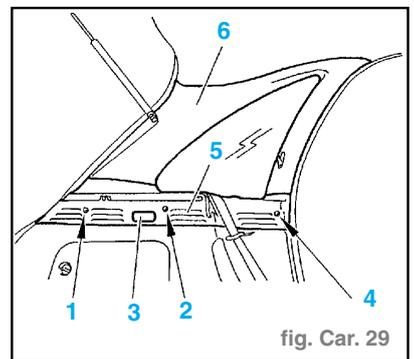

fig. Carr. 29
- Déposer : (fig. Carr. 29)
- la garniture de custode (6) (clippée),
- les vis (1), (2) et (4),
- le support de tablette arrière (5).
- Déconnecter l'éclairer de coffre (3).
- la garniture de custode (6),